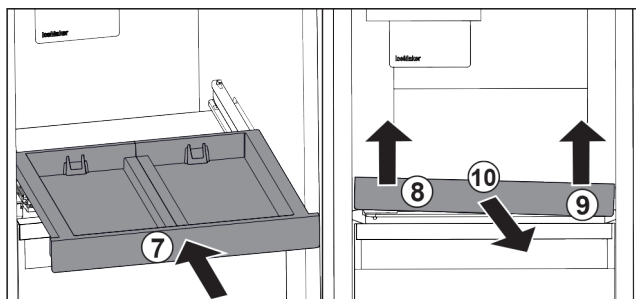

Fig. 35
- Zasuňte vyťahovaciu poličku. Fig. 35 (7)
- Nadvihnite vyťahovaciu poličku vpredu vľavo. Fig. 35 (8)
- Nadvihnite vyťahovaciu poličku vpredu vpravo. Fig. 35 (9)
- Odoberajte vyťahovaciu poličku dopredu. Fig. 35 (10)